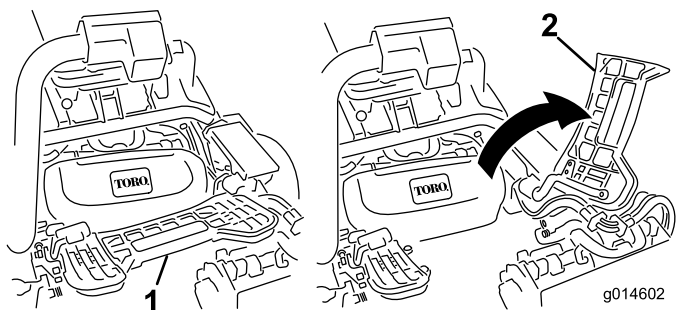

Figura 54
1. Levante o apoio de pé e incline-o para aberto, permitindo o acesso à posição da unidade de corte central (Figura 54).